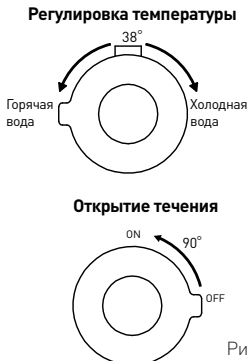

Рис. 3
- 3.1 Предохранительная кнопка температуры [10], которая находится в ручке регулировки температуры с правой стороны [11], не позволяет детям случайно изменить температуру воды, защищая их тем самым от ожогов (Рис. 3). Если понадобится температура воды выше 38°C, передвиньте предохранительную кнопку во внешнем направлении (влево) и, придерживая ее, поверните ручку вверх (как показывает стрелка с плюсом). Если кнопку отпустить, она автоматически вернется к максимальной настройке 38°C, как только повернуть ручку в противоположном направлении.
- 3.3 Ручка регулировки вытекания [15] - поворот ручки вниз ведет к увеличению вытекания воды из смесителя (Рис. 3), согласно обозначениям на ручке. Поворот ручки вверх перекрывает вытекание воды.